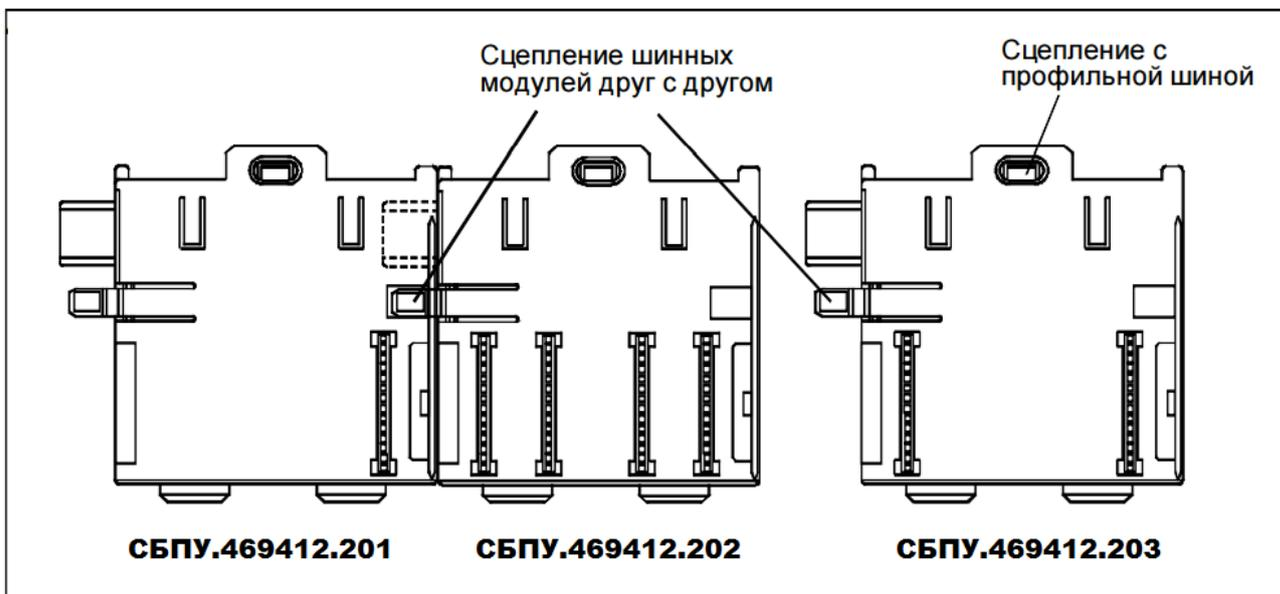

Рисунок 20. Соединение шинных модулей
2) Вставьте, если необходимо, следующий шинный модуль в профильную шину и вдавите его. Сдвиньте его к левому шинному модулю до установления контакта (рис. 20).